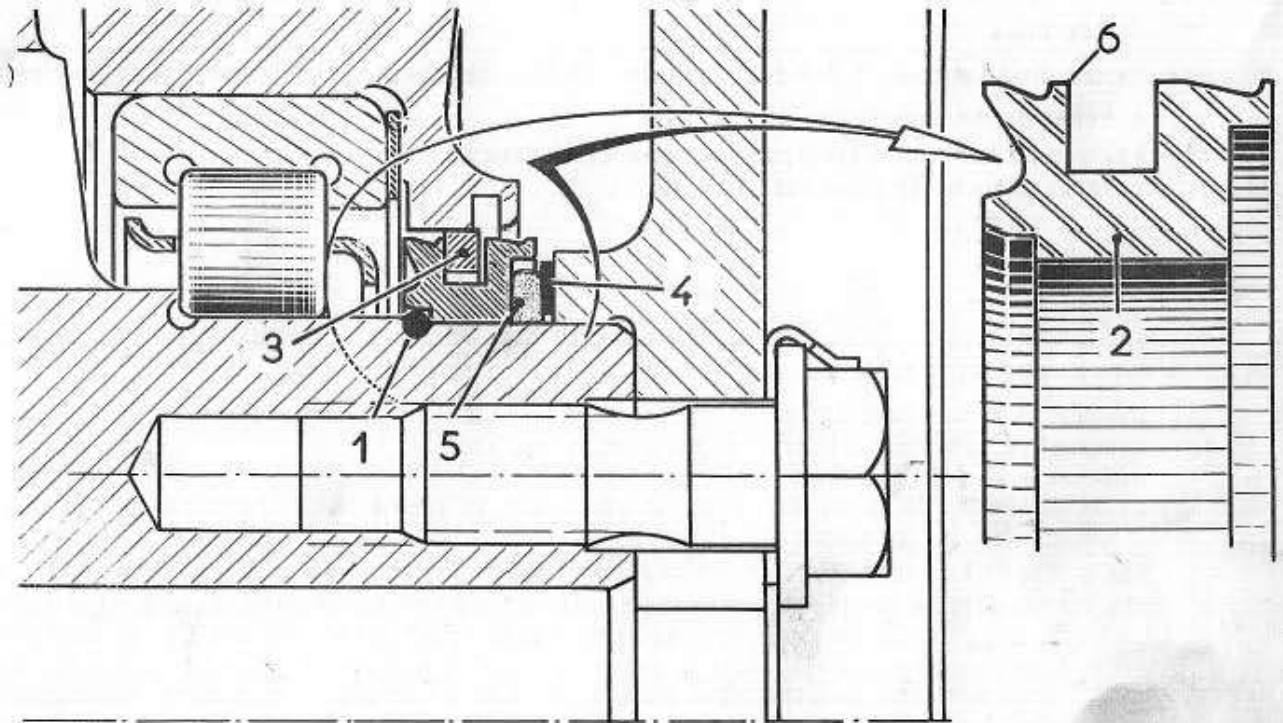

Fig. 75
S'assurer également que la bague porte-segment ne porte aucune trace de coup sur les arêtes de la gorge en (6 - Fig. 75), de même que sur les arêtes extrêmes de l'alésage et sur la face d'appui du jonc.
- 5) A l'aide d'un petit burin, défreiner les douze écrous (3) fixant le palier arrière (1) sur le carter. Déposer les écrous et les freins. Retirer aussi la rondelle de calage (4 - Fig. 75) et le joint caoutchouc (5 Fig. 75).